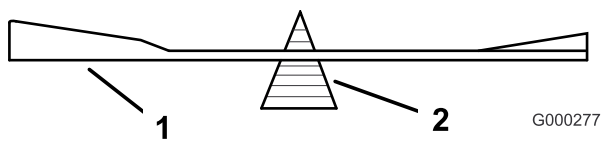

Figura 61
2. Verifique el equilibrio de la cuchilla colocándola sobre un equilibrador de cuchillas (Figura 61).